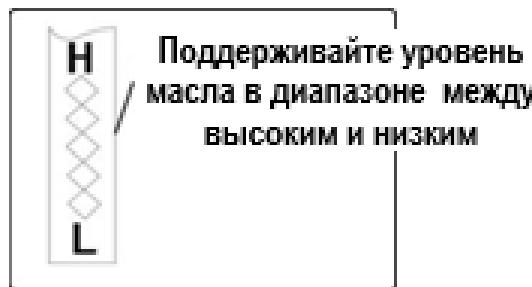

Рисунок 37
4. Выкрутите масляный щуп, отметьте уровень масла. Если уровень масла ниже отметки «LOW» («НИЗКИЙ»), медленно долейте масло до отметки «HIGH» («ВЫСОКИЙ») на щупе (рис.37).